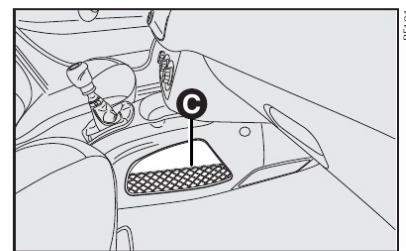

fig. 85
**C-fig. 85** - Console central, na lateral direita no lado do passageiro.